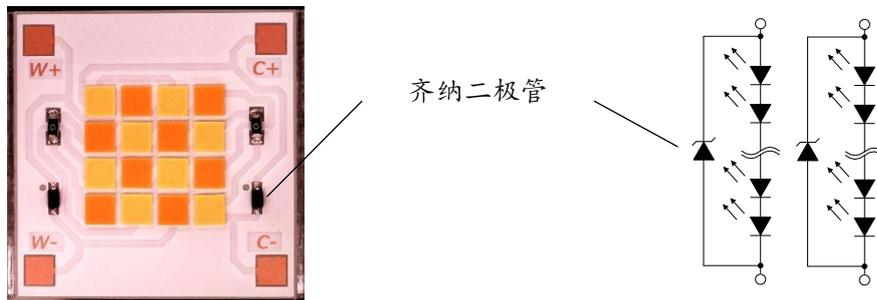

图 7. LED 安装电路板
- 最好考虑到人为接触等容易受到静电的部位和静电电流的流动路径，适当地选择插入齐纳二极管的位置，已确保能够有效地旁路电流（如图 7 所示）。